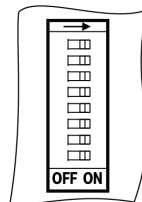

Рисунок 6.2 – Внешний вид DIP-переключателя
- восьмиразрядный DIP-переключатель (см. *рисунок 6.2* и *таблицу 6.2*);